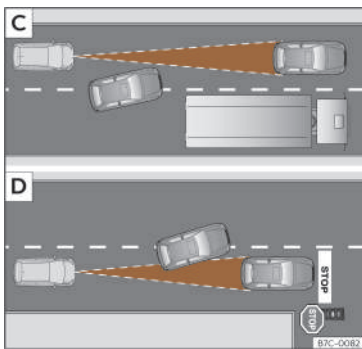

Fig. 113 C) Veicolo che cambia corsia. D) Veicolo che sterza e altro veicolo fermo.
- Veicoli che cambiano corsia sulla quale state circolando a breve distanza dal vostro veicolo >>> **fig. 113** C).
L'ACC potrebbe non reagire a veicolo fermo. Se, ad esempio, un veicolo rilevato dall'ACC effettua una svolta o si sposta e di fronte ad esso si trova un veicolo fermo, l'ACC non reagirà a tale veicolo >>> **fig. 113** D).